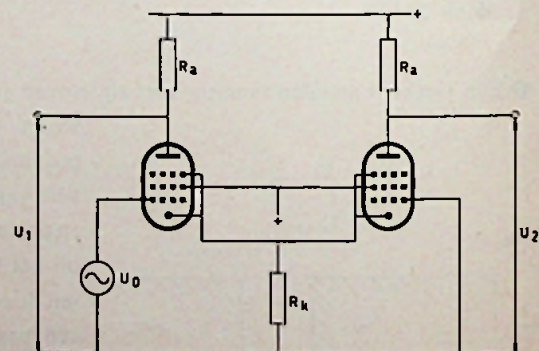

Fig. 11
- 2 In fig. 11 zijn twee gelijke pentoden opgenomen, die (met niet getekende middelen) normaal zijn ingesteld. De steilheid is S ; de inwendige weerstand mag als on-